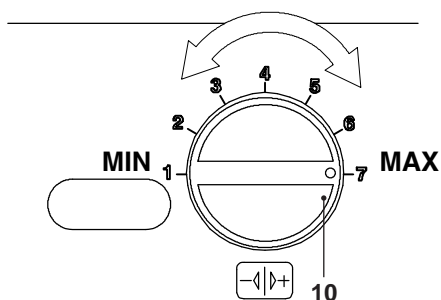

Figura 9.21
- La potenza termica del riscaldamento può essere variata ruotando la manopola regolazione temperatura sanitaria 10 indicata in Figura 9.21.